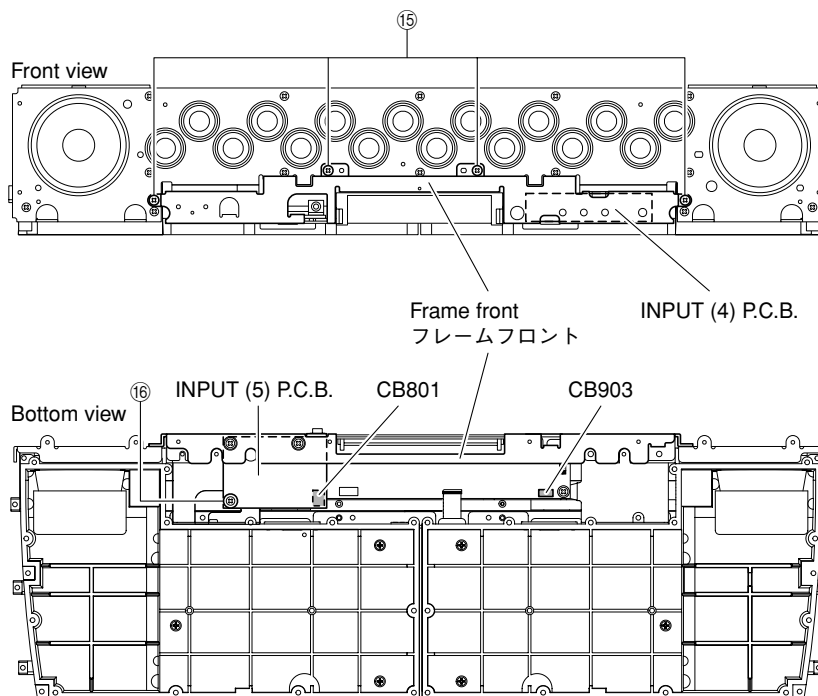

Fig. 12
- a. Remove 4 screws (15) and screw (16). (Fig. 12)
- b. Remove CB801 and CB903. (Fig. 12)
- c. Remove the frame front together with P.C.B.s. (Fig. 12)
- a. 15のネジ4本、16のネジ1本を外します。(Fig. 12)
- b. CB801、CB903を外します。(Fig. 12)
- c. フレームフロントをP.C.B.と一緒に取り外します。(Fig. 12)